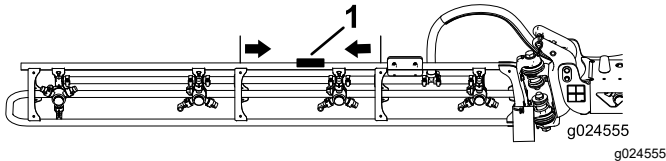

Figura 29
1. Localice el centro de un brazo exterior, entre los soportes centrales, tal y como se muestra en la Figura 29.